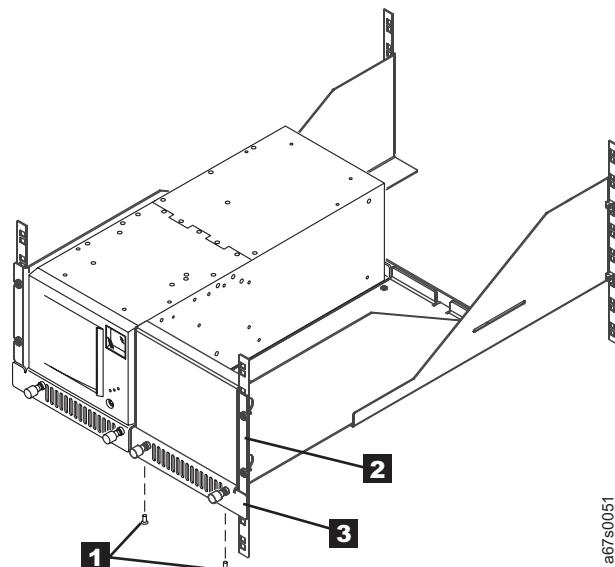

Abbildung 40. Abdeckblende zwecks Einbau eines zweiten Bandkassetten-Autoloaders IBM 3581 entfernen
1. Lösen Sie die beiden Kreuzschlitz-Senkschrauben (siehe **1** in Abb. 40), mit denen die Abdeckblende **2** an dem rechten Schlitten **3** befestigt ist, entfernen Sie die Schrauben jedoch nicht.